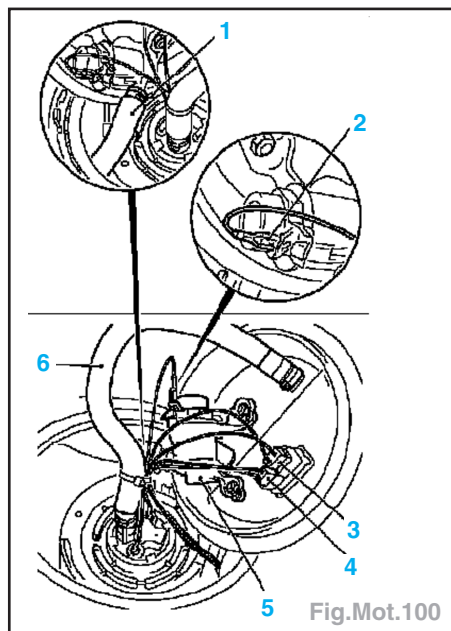

Fig.Mot.100
- Débrancher la fiche (3 et 4) du couvercle, retirer le fil de masse (2), débrancher le flexible d'arrivée (6) et de retour (1) de carburant, débrancher le régulateur (5) de pression du couvercle (Fig.Mot.100).